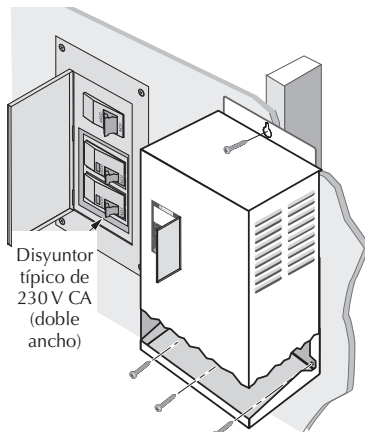

Figura 6 - Cómo fijar el Mecanismo a la pared
Para montar el Mecanismo como se ilustra en la Figura 6, siga este procedimiento:
4. Con la cubierta retirada, monte permanentemente el Mecanismo usando el orificio superior ranurado, más los tres orificios inferiores (para la instalación sobre una superficie plana) o el orificio central inferior (para fijarlo a un poste o a un perno). Consulte la Figura 6.
5. Asegúrese de que los orificios de ventilación del Mecanismo no estén bloqueados y de que haya suficiente espacio a su alrededor para permitir un flujo de aire libre [mínimo espacio libre de 3" (7.62 cm) arriba, abajo, y a los lados]. Consulte la Figura 6. Una vez que haya montado el Mecanismo se podrán conectar los cables eléctricos.